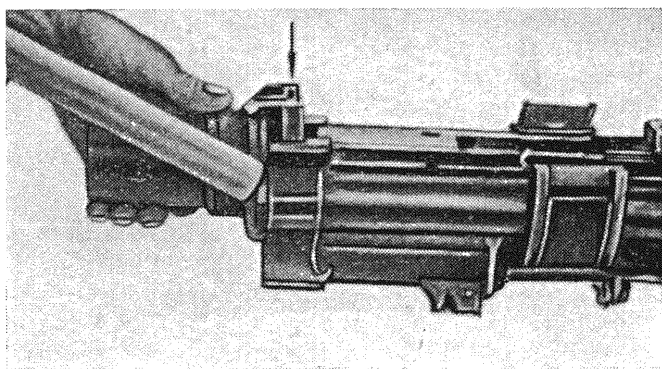

Рис. 86
17. Вставить затыльник, для чего предварительно нажать рукояткой молотка на цилиндр пневмоперезарядки и легкими ударами молотка ввести затыльник в пазы коробки до отказа (рис. 86).